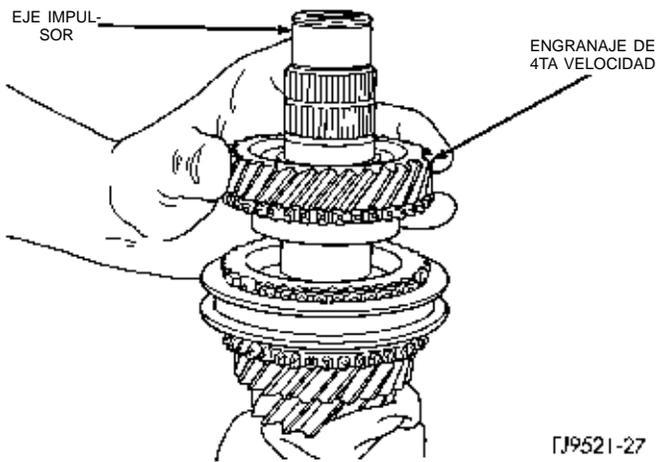

Fig. 85 Desmontaje del engranaje de 4ta velocidad
- (7) Retire el engranaje de 4ta velocidad (Fig. 85).